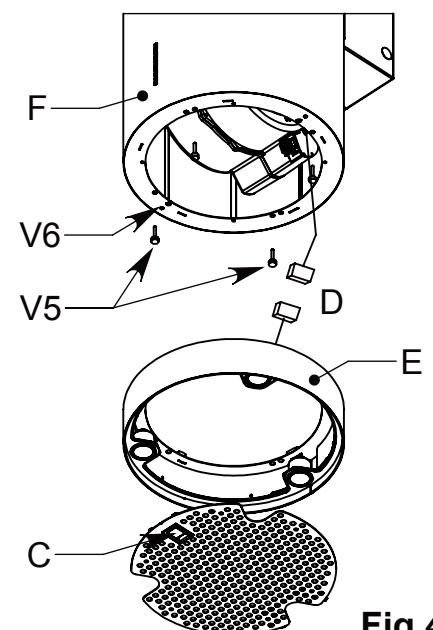

Fig.4
- Rimuovere il filtro metallico agendo sulla maniglietta (C).
- Disconnettere il connettore (D) del cavo dei faretti.
- Rimuovere il corpo (E) dal cono (F) svitando le 4 viti metriche M4 zigurate (V5).
- Svitare leggermente le 2 viti metriche di centratura e di antirotazione (V6) presenti nella flangia inferiore del cono (F); centrare le asole del vetro con le viti metriche.
- Agganciare il corpo (E) al cono (F) con le 4 viti metriche M4 zigurate.
- Riconnettere il connettore (D).
- Riagganciare il filtro metallico agendo sulla maniglietta (C) Fig.4.
- Remove the metal filter using the corresponding handle (C).
- Disconnect the connector (D) of the spotlight cable.
- Remove the body (E) from the cone (F) by unscrewing the 4 knurled metric screws M4 (V5).
- Unscrew a little bit the two centering and anti-rotation metric screws (V6) in the bottom flange of the cone (F); centre the holes on the glass section with the metric screws.
- Attach the body (E) to the cone (F) with the 4 knurled metric screws M4.
- Connect the connector (D) again.
- Put the filter back in place using the corresponding handle (C) Fig.4.